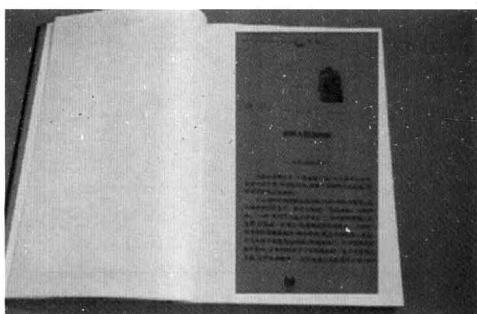

图 1-11 版心
(6) 版心 印版或印刷成品幅面中规定的印刷面积 (图 1-11)。